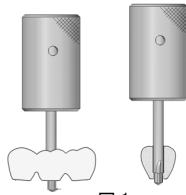

図 1
- 1) ラッピングドライバーA (Ti) の使用方法（図 1）